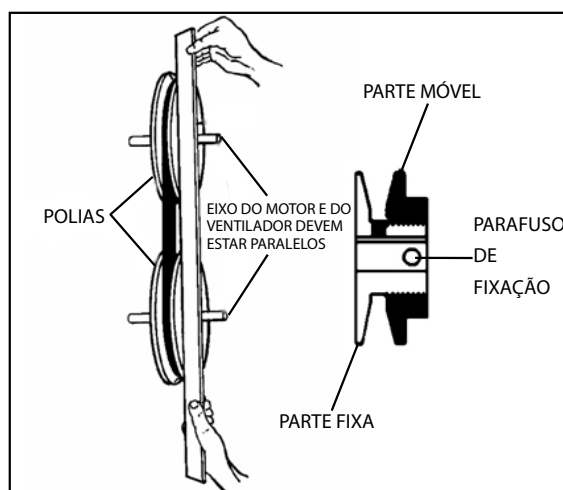

Figura 8 - Ajuste das polias
- (2º) Afrouxe o parafuso de fixação da parte móvel da polia do motor (veja Figura 8).